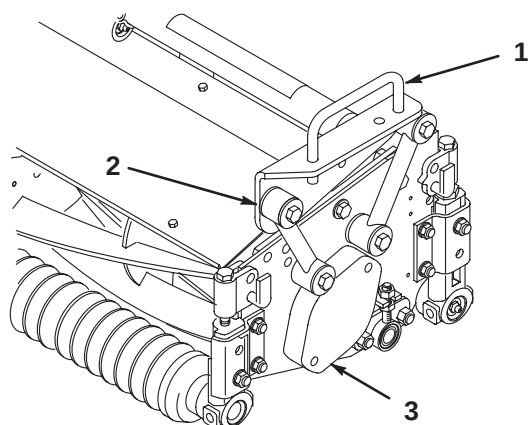
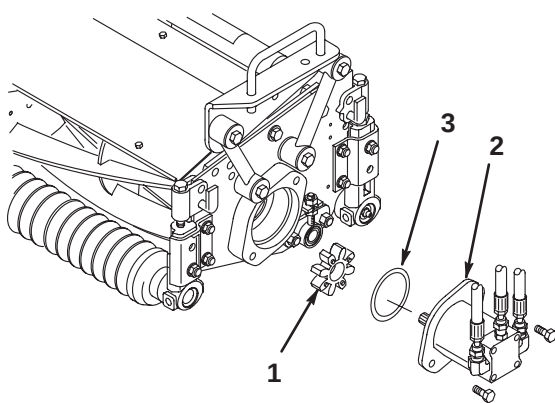

図 5
図 9
2. キャリア・フレームを、各カッティングユニットの取り付け穴に合わせる (図5)。
3. キャップスクリュ2個 (3/8×2-1/4)、平ワッシャ (2枚) とロックナットを使用して、取り付けリンクとキャリア・フレームを連結する (図5)。ワッシャはリンク両側に1枚ずつ使用する。ナットを41 N.m (4.2 kg.m) にトルク締めする。
2. 右側カuttingユニットの内側からベアリング・ハウジングのカバー（図5）を取り、そのカバーとガスケット（カuttingユニット付属部品）を外側に取り付ける。ベアリング・ハウジングからスパイダ・カップリング（図9）を取り出す。
3. 駆動モータのフランジにOリング（カuttingユニットの付属部品）を取り付ける（図9）。